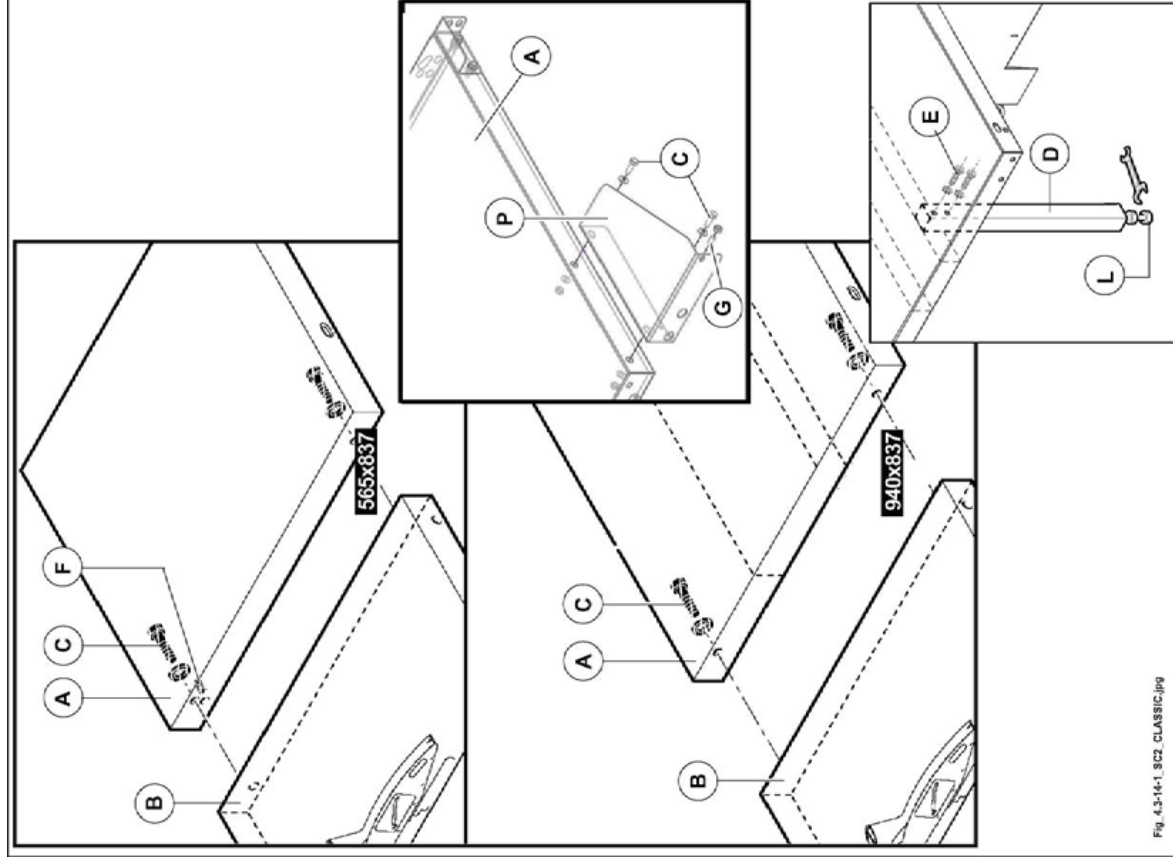

Abb. 4.3-14-1
- 1) Den Zusatztisch (A Abb. 4.3-14-1) am Arbeitstisch (B Abb. 4.3-14-1) durch Einschrauben der Schrauben (C Abb. 4.3-14-1) befestigen.
- 2) Die zusätzliche Arbeitsfläche einstellen, indem auf den Stift (F Abb. 4.3-14-1) eingewirkt wird..
- 2) Das Bein (D Abb. 4.3-14-1) auf der zusätzlichen Fläche (A Abb. 4.3-14-1) durch Andrehen der Schraube (E Abb. 4.3-14-1) befestigen.
- 3) Anhand der Schraube (L Abb. 4.3-14-1) nivellieren.
- Zusatztisch (P Abb.4.3-14-1) an den Tisch (A fig.4.3-14-1) durch Schrauben (C Abb.4.3-14-1) befestigen und Zusatztisch zum Tisch (A Abb. 4.3-14-1) (die Ausrichtung mit einer entsprechenden Schiene überprüfen).
- Die zusätzliche Arbeitsfläche einstellen, indem auf den Stift (G Abb. 4.3-14-1) eingewirkt wird.